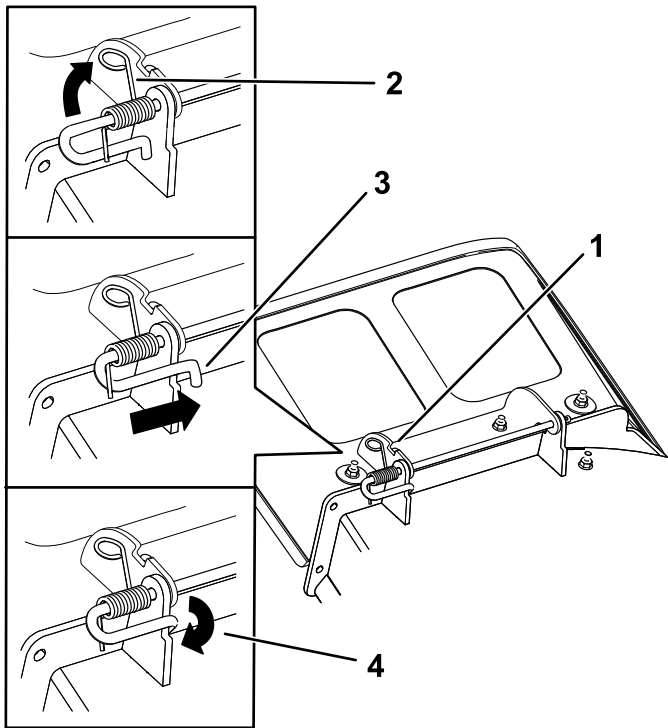

Figure 78
3. Montez le nouveau déflecteur d'éjection en plaçant les extrémités du support entre les supports soudés du tablier, comme montré à la Figure 78.
5. Installez le ressort sur la tige, comme montré à la Figure 78, de sorte que l'extrémité la plus courte du ressort ressorte de sous la tige avant le coude et passe par-dessus la tige à son retour.
6. Soulevez le côté boucle du ressort et placez-le dans le cran du support de déflecteur (Figure 78).
7. Fixez l'ensemble tige et ressort en le tournant de sorte que l'extrémité courte de la tige soit derrière le support avant soudé au tablier de coupe (Figure 78).